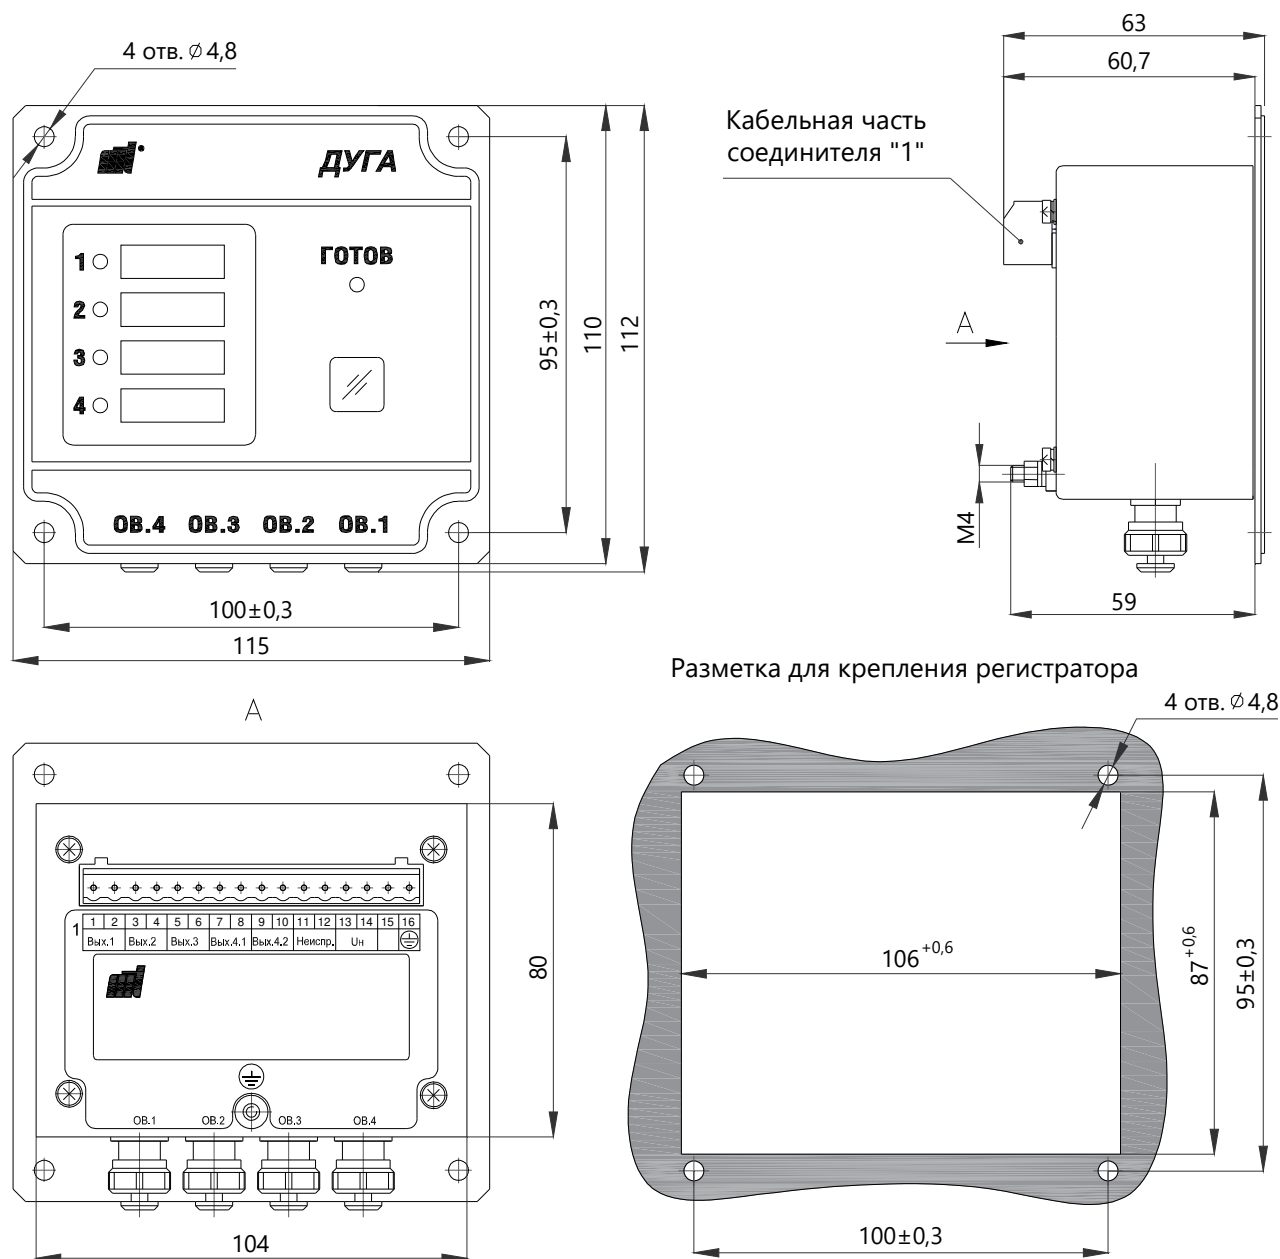

Рисунок 1 - Габаритные, присоединительные и установочные размеры регистратора
4.1 На передней панели регистратора (рисунок 1) расположены четыре светодиода с маркировкой соответствующего датчика "1" - "4" (таблица 3). Рядом с ними расположен светодиод "ГОТОВ" и кнопка КВИТИРОВАНИЕ (мнемоническое изображение "").
6.3 Регистратор заземлить проводом сечением не менее 1,5 мм², подключаемым к зажиму заземления с маркировкой "⏏", который установлен на тыльной стороне регистратора (см. рисунок 1).